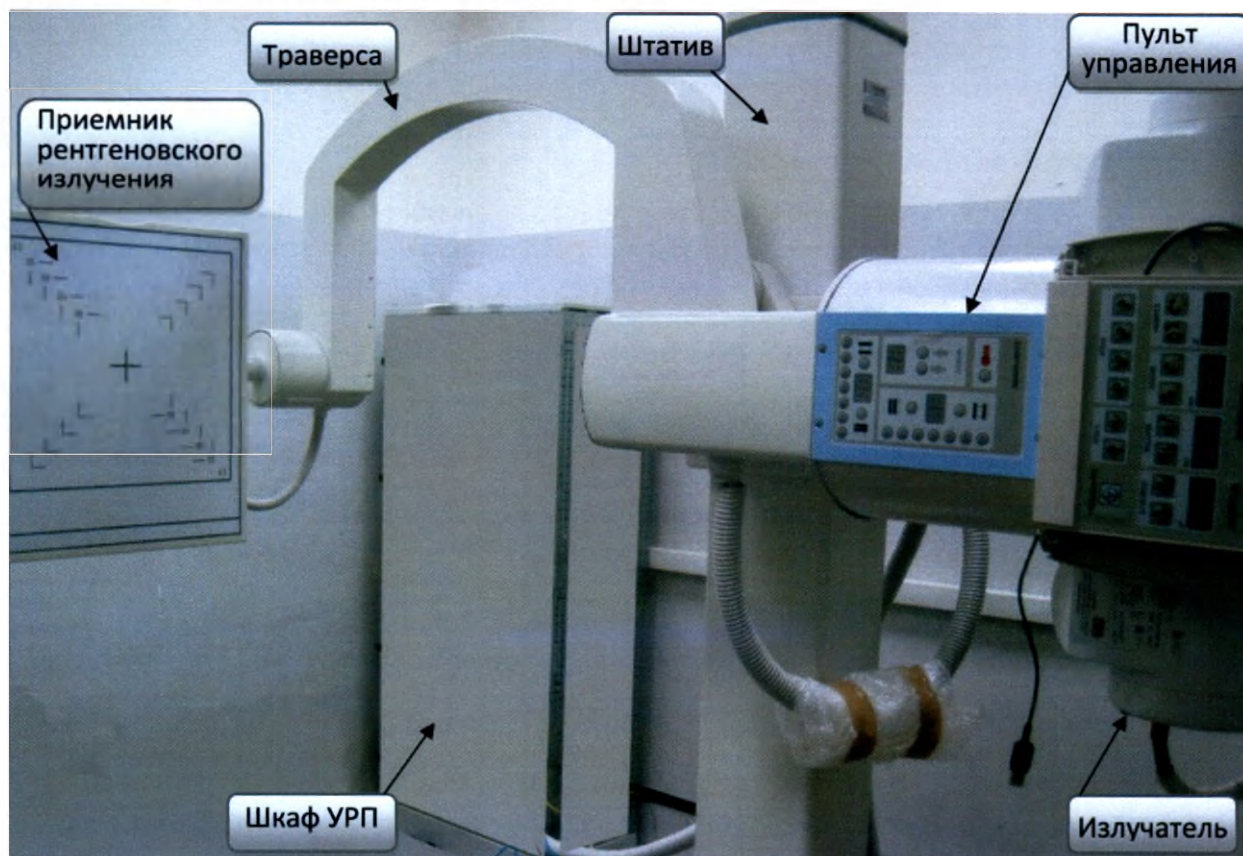

Рисунок 3 - Общий вид аппарата АРЦ-РП (ПроГраф)
Общий вид аппарата (без АРМ1 и АРМ2, которые размещаются в комнате управления вне рентгенозащитного кабинета) показан на рис. 3.
4.2 Устройство рентгеновское питающее высокочастотное (УРП) представляет собой совокупность блоков, необходимых для питания: анодной цепи рентгеновской трубки; цепи накала катода рентгеновской трубки; статора узла вращения анода рентгеновской трубки; регулирования электрических параметров аппарата, защиты и управления. В/в бак, блок управления, разрядное устройство и накопитель расположены в специальном шкафу УРП, который устанавливается рядом со штативом (рис.3).
Световой центратор, встроенный в **коллиматор**, позволяет видеть, куда будет попадать рентгеновское излучение. В процессе настройки аппарата на заводе-изготовителе добиваются максимально возможного совпадения светового и рентгеновского полей излучения. Для того чтобы рентгеновское излучение попадало только на исследуемый орган, оно может быть ограничено с помощью глубинной диафрагмы коллиматора в диапазоне до 430*430 мм, вертикальные и горизонтальные шторки которой могут перемещаться нажатием на соответствующие кнопки пульта управления (рис.3). Фильтрация коллиматора – 0,2-1,2 мм Al. Кроме того, управление шторками диафрагмы может осуществляться с АРМ1 из диалогового окна «Диафрагма» (рис.4).
6.3 Включить штатив: подключить шкаф контроллера (рис.3) к сети, нажать кнопку на боковой панели.